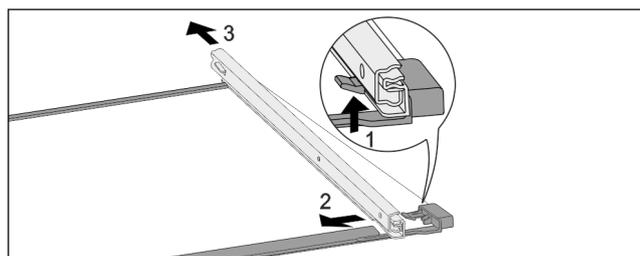

Fig. 179 Tablette en verre avec rails
- ▶ Pousser le crochet d'enclenchement avant vers le bas. Fig. 179 (1)
- ▶ Pousser le rail télescopique vers le côté Fig. 179 (2) et vers l'arrière Fig. 179 (3).